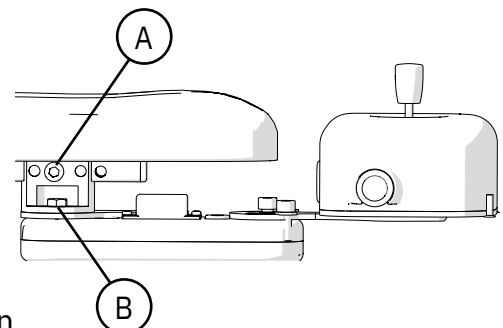

Abb. 5.9.4. ParaLoc.
Beim ParaLoc können sowohl die Tiefe (A) als auch die verriegelte Position des Magnetarms (B) angepasst werden, siehe Abb. 5.9.4.